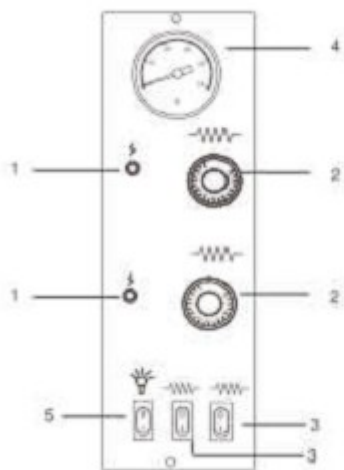
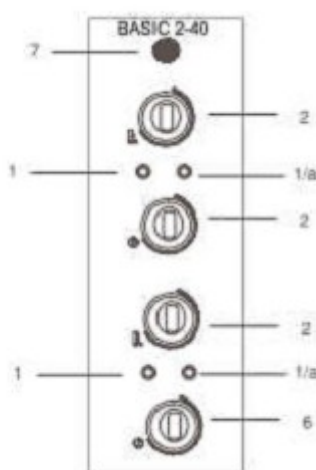

Рис.1 Панель печи
Рис.3 Панель печи
- 3) Переведите нагревательные элементы (рис.1,2_3) в положение “I”; для печи 2/40: нажмите основной выключатель “рис.3_7”;
- 4) Включите ТЕНЫ, установив для термостатов (Рис.1, 2, 3 – функц.2) температуру 150°C, указанную на рукоятке настройки. Соответствующий красный свет, сигнализирующий о работе резисторов, загорится;
- 6) Отключите работающие ТЭНЫ, переведя показания термостатов (**Рис.1, 2, 3 – функц. 2**) в положение “0” и предупредительный свет погаснет. Для печи 2/40: нажмите основной выключатель и отключите нагревательные элементы;
- 8) Закройте дверцу и повторите операцию, как указано в пункте 4), установив термостаты (рис.1; 2_функц.2) на температуру **400°C**, указанную на кнопке. Для печи **2/40**: установите термостаты (рис.3_функц.2) на температуру **350°C**.
- 10) Отключите ТЭНЫ, переведя показания термостатов (**Рис.1, 2, 3 – функц. 2**) в положение “0”;
- 12) В печи 2/40 Вы можете регулировать температуру приготовления, установив секунды при помощи таймера (рис.3_функц.6). После того, как время будет установлено, нагревательные элементы отключатся. Чтобы выбрать режим приготовления, переведите кнопку таймера (рис.3_функц.6) в положение “ON” повернув её влево.
- 2) Переведите выключатель нагревательных элементов (рис.1, 2_функц.3) в положение “I”; для печи 2/40: нажмите основной выключатель (рис.3_функц.7)
- 3) Включите ТЭНЫ, установив для термостатов (**Рис.1, 2 – функц. 2**), необходимую температуру, указанную на рукоятке настройки. При этом загорятся соответствующие светодиоды, подтверждающие, что ТЭНЫ действительно работают;
- 4) После того, как печь нагреется до необходимой температуры (см. пункт 9 настоящего параграфа), показания которой выводится на термометр (**Рис.1 – функц. 4**), можно поставить пиццу в печь для выпекания.
- 6) Для освещения внутренней части камеры выпечки нажмите на выключатель лампочки печи (**Рис.1-функц.5**).
- 1) Выключите печь, переведя выключатель тэнов печи (**Рис.1,2 – функц. 3**) в положение “0” и кнопки, которые регулируют термостаты (**Рис.1,2 – функц. 3**). Для печи 2/40: нажмите основной выключатель и отключите нагревательные элементы.